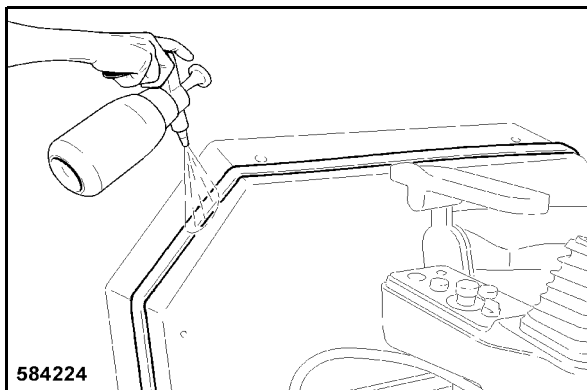

fig. 204
- Enduire la bande d'étanchéité avec de l'eau savonneuse (fig. 204), afin de faciliter la mise en place de la cabine lors du montage.